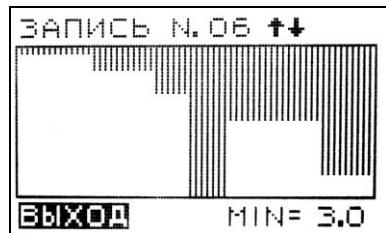

Рис. 21
8.4.5 Для просмотра записанных графиков B-SCAN в меню "B-SCAN" установить курсор клавишами "Стрелка вверх" и "Стрелка вниз" на надписи "ПРОСМОТР" и нажать клавишу "Ввод" (Рис. 21):